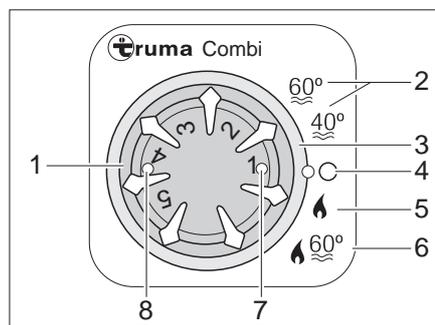

Bild 215 Bedieneinheit für Heizung/Boiler
*Betriebsart wählen:* ■ Betriebsart mit dem Drehschalter (Bild 215,3) einstellen.
**Winterbetrieb** Die Heizung wählt nach eingestellter Heizstufe selbstständig die benötigte Brennerstufe. Bei Betriebsart "Heizung und Boiler" (Bild 215,6) wird auch das Wasser im Boiler erhitzt. Die Heizung kann in der Betriebsart "Heizung ohne Boiler" (Bild 215,5) mit leerem Boiler betrieben werden.
■ Temperaturdrehknopf (Bild 215,1) an der Bedieneinheit auf gewünschte Heizstufe stellen.
■ Drehschalter (Bild 215,3) auf Winterbetrieb "Heizung ohne Boiler" (Bild 215,5) oder auf Winterbetrieb "Heizung und Boiler" (Bild 215,6) stellen.
Grüne Kontroll-Leuchte (Bild 215,7) leuchtet.
- Drehschalter (Bild 215,3) auf "O" (Bild 215,4) stellen.